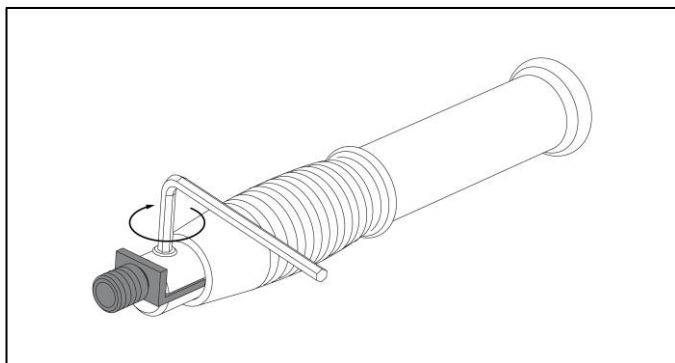

図 3
1. 2つのセットスクリューを付属の 2.5 mmの六角レンチにて緩めてください。(図 3)
2. スモールブラシアダプターを先端に取り付けてスクリューを締めてください。(図 3)